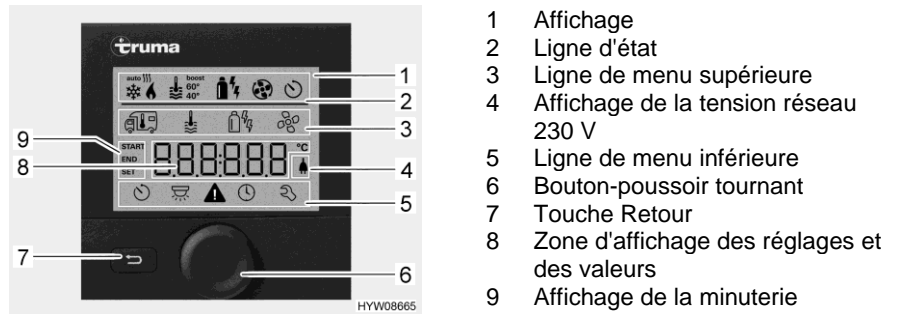
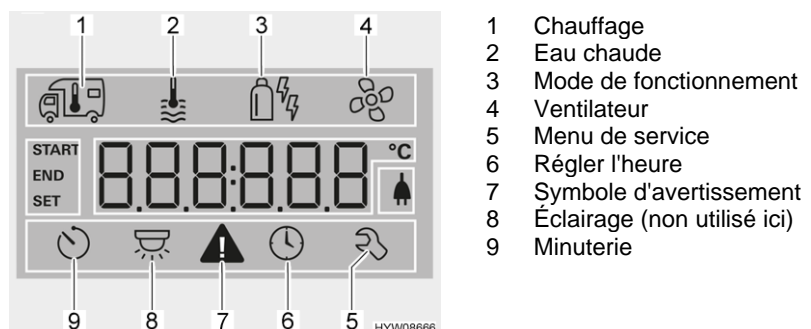

Fig. 169 Unité de commande avec affichages
Fig. 170 Écran (unité de commande)
- Ligne d'état (Fig. 169,2)
- Ligne de menu supérieure (Fig. 169,3)
- Zone d'affichage (Fig. 169,8)
- Ligne de menu inférieure (Fig. 169,5)
- Appuyer sur le bouton-poussoir tournant (Fig. 169,6) pendant env. 3 secondes. Les deux lignes de menu (Fig. 169,3 et Fig. 169,5) sont affichées. Le premier symbole clignote.
- Tourner le bouton-poussoir tournant (Fig. 169,6) jusqu'à ce que le symbole de menu désiré clignote.
- Appuyer sur le bouton-poussoir tournant pour enregistrer la valeur réglée. Si la valeur réglée à l'origine ne doit pas être modifiée : Appuyer sur la touche Retour (Fig. 169,7).
- Tourner le bouton-poussoir tournant (Fig. 169,6) jusqu'à ce que le symbole de menu du chauffage (Fig. 170,1) clignote.
- Appuyer sur le bouton-poussoir tournant pour enregistrer la valeur réglée. Le symbole clignote dans la ligne d'état (Fig. 169,2) jusqu'à ce que la température ambiante réglée soit atteinte. Si la valeur réglée à l'origine ne doit pas être modifiée : Appuyer sur la touche Retour (Fig. 169,7).
- Tourner le bouton-poussoir tournant (Fig. 169,6) jusqu'à ce que le symbole de menu de l'eau chaude (Fig. 170,2) clignote.
- Appuyer sur le bouton-poussoir tournant pour enregistrer la valeur réglée. Le symbole clignote dans la ligne d'état (Fig. 169,2) jusqu'à ce que la température d'eau chaude réglée soit atteinte. Si la valeur réglée à l'origine ne doit pas être modifiée : Appuyer sur la touche Retour (Fig. 169,7).
- Tourner le bouton-poussoir tournant (Fig. 169,6) jusqu'à ce que le symbole de menu de mode de fonctionnement (Fig. 170,3) clignote.
- Appuyer sur le bouton-poussoir tournant pour enregistrer le mode de fonctionnement réglé. Si le réglage d'origine ne doit pas être modifié : Appuyer sur la touche Retour (Fig. 169,7).
- Tourner le bouton-poussoir tournant (Fig. 169,6) jusqu'à ce que le symbole de menu du ventilateur (Fig. 170,4) clignote.
- Tourner le bouton-poussoir tournant (Fig. 169,6) jusqu'à ce que le symbole de menu de la minuterie (Fig. 170,9) clignote.
- Appuyer sur le bouton-poussoir tournant. La minuterie est activée. Le symbole de la minuterie (Fig. 170,9) clignote quand cette dernière est programmée et active.
En cas d'avertissement, le symbole correspondant (Fig. 170,7) clignote. Le chauffage continue de fonctionner. Le symbole d'avertissement s'éteint de lui-même quand il ne s'agit que d'un dérangement passager.